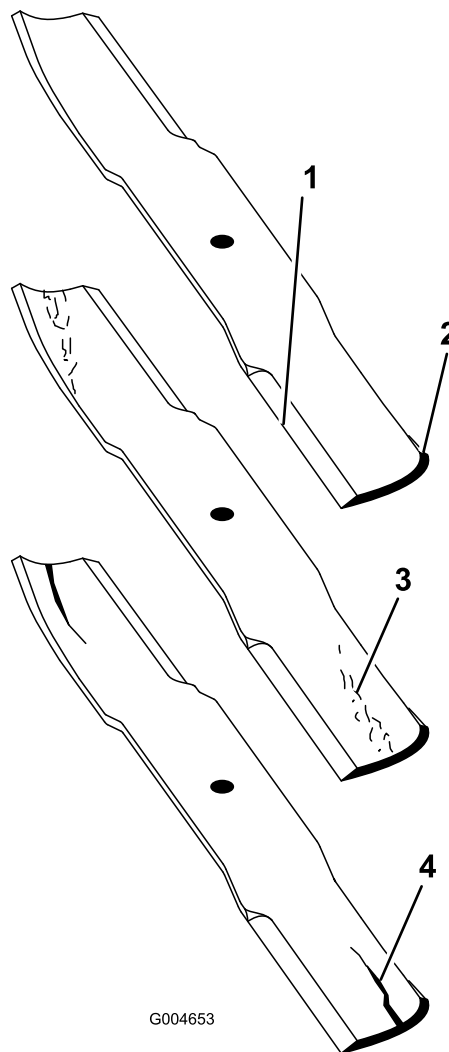

Figura 77
reunión entre la parte plana y la parte curva de la cuchilla (Figura 77).
Nota: Puesto que la arena y cualquier material abrasivo pueden desgastar el metal que conecta las partes curva y plana de la cuchilla, compruebe la cuchilla antes de utilizar el cortacésped. Si se aprecia desgaste (Figura 77), cambie la cuchilla.
3. Inspeccione los filos de corte de todas las cuchillas, y afílelos si están romos o tienen mellas (Figura 77).